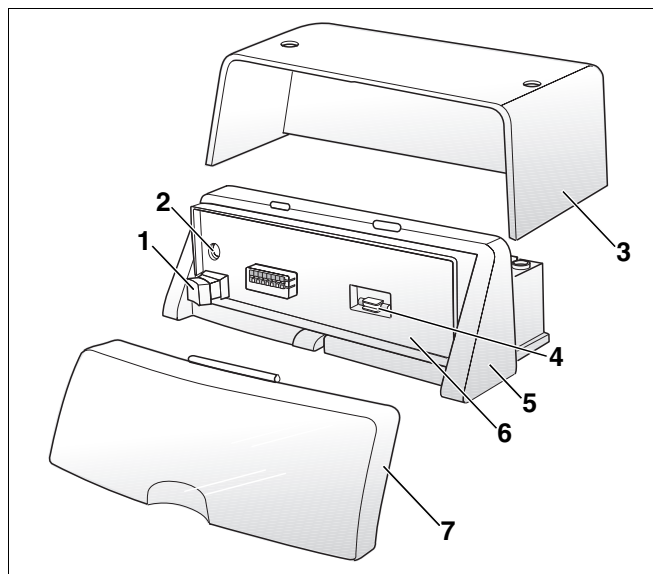

Рис. 1 Система управления Logamatic MC10
- Система управления (рис. 1, **поз. 5**) для установки главного регулятора (с регулировкой наклона) и функциональных модулей, с кабельными вводами и фиксаторами проводов.
- Пусковой выключатель (рис. 1, **поз. 1**) для подачи электропитания ко всей отопительной установке.
- Предохранитель отопительной установки, за крышкой (рис. 1, **поз. 2**).
- Запасной предохранитель (рис. 1, **поз. 4**).
- Прозрачная крышка (рис. 1, **поз. 7**) для защиты главного регулятора и системы управления от пыли.
- Крышка (рис. 1, **поз. 3**) для защиты модулей и электрических подключений от пыли.
- Открыть прозрачную крышку (рис. 1, поз. 6, стр. 5).